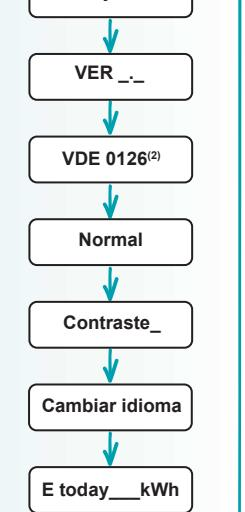

Fig. 17
- El encadenamiento de la información presentada se indica en el **esquema de secuencia de pantallas** (Fig. 17).